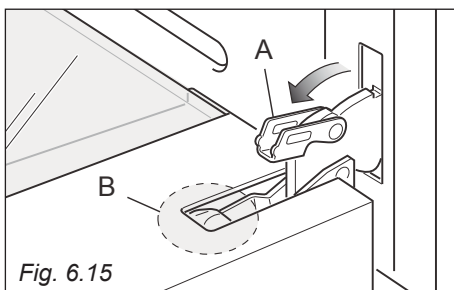

Fig. 6.15
- Aprire completamente la leva "A" delle cerniere destra e sinistra (fig. 6.15).
- Socchiudere dolcemente la porta (fig. 6.16) fino a quando le leve "A" delle cerniere destra e sinistra si agganciano alla parte "B" della porta (fig. 6.15).